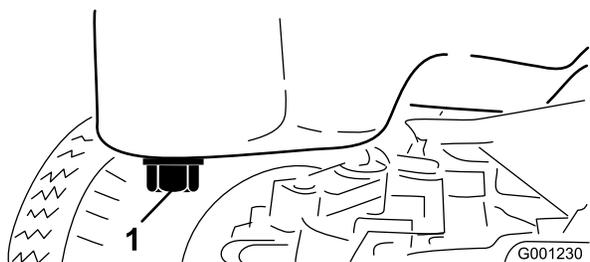

Figura 48
- Sistamate una bacinella sotto la coppa e in linea con il tappo di spurgo (Figura 48).